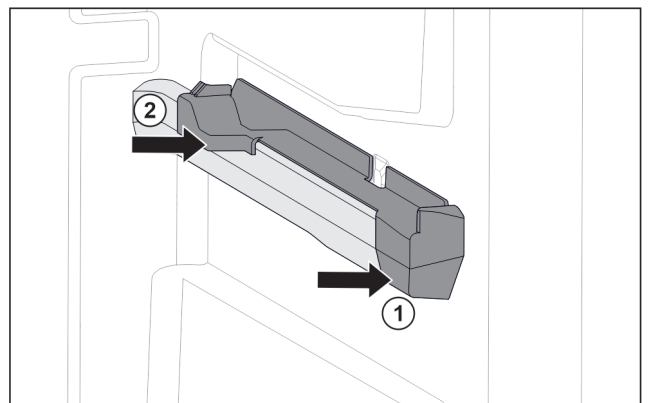

Fig. 151 Felhúzható elem a jobb oldali tartóbordán
- ▶ A felhúzható elemet elől tegye fel a tartóbordára. Fig. 151 (1)
- ▶ Hátról nyomja meg a felhúzható elemet. Fig. 151 (2)